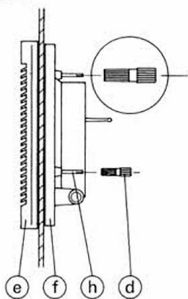

fig. 6b
- vitre de 14 à 25 mm: Fig. 6b